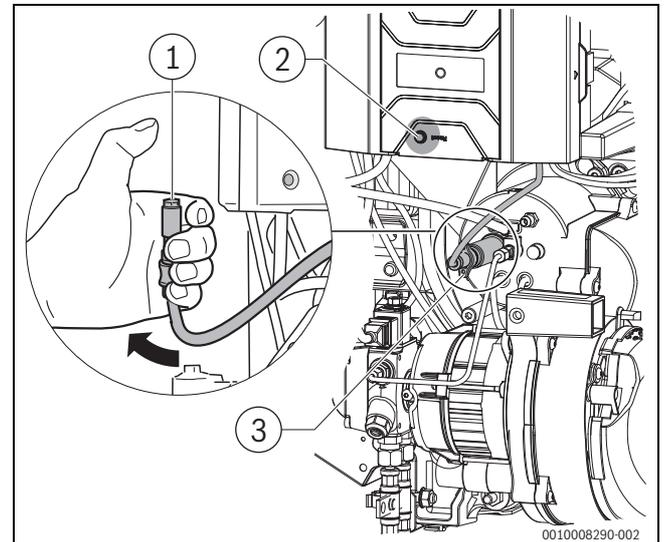

Bild 29 Flammenfühler auf Funktion prüfen
- ▶ Flammenfühler bei laufendem Brenner am vorgesehenen Griff aus der Halterung ziehen (→Bild 29, [3])
- ▶ Flammenfühler mit dem Daumen abdecken(→Bild 29, [1]). Es muss nach Wiederanlauf eine Störabschaltung erfolgen.
- ▶ Nach einer Wartezeit von ca. 30 Sekunden den Feuerungsautomat durch Drücken der Reset-Taste (→Bild 29, [2]) entriegeln.